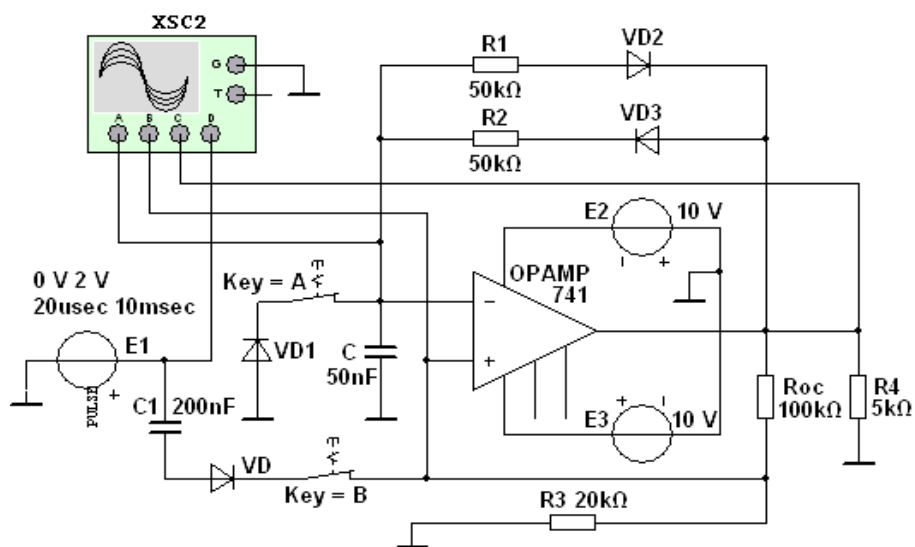

Рис. 5.6
7. Укажите значение ёмкости несимметричного мультивибратора (см. рис. 5.6), если $R_1 = 50$ кОм, $R_2 = 20$ кОм, длительность импульсов $t_1 = 0,841$ мс, $t_2 = 0,389$ мс.